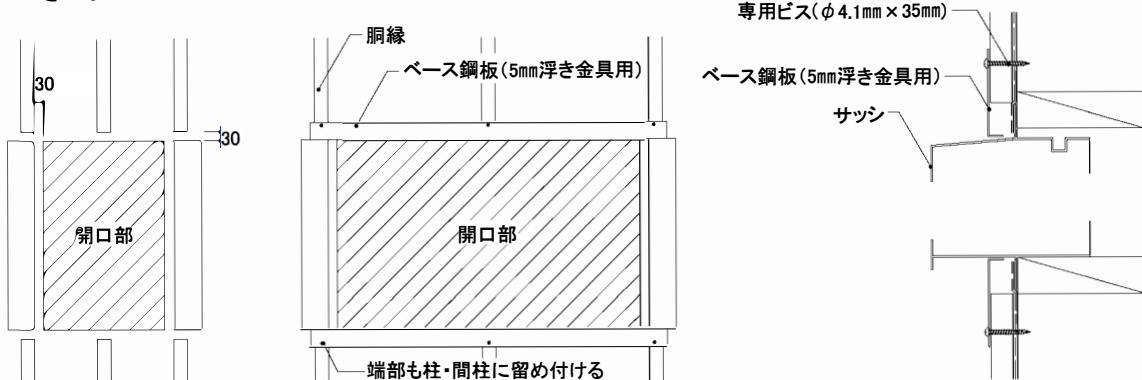

図1 開口部周囲の臍縁
- 開口部まわりの胴縁はサッシフィンを避けて取り付けてください。開口部左右の胴縁と上下の胴縁は30mm程度隙間をあけてください。(図1参照)